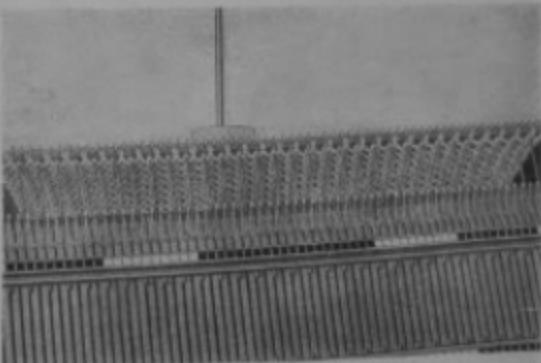

Рис. 25
- Опустить передний фонтур для контроля вязаного полотна с обоих сторон. (рис. 25).